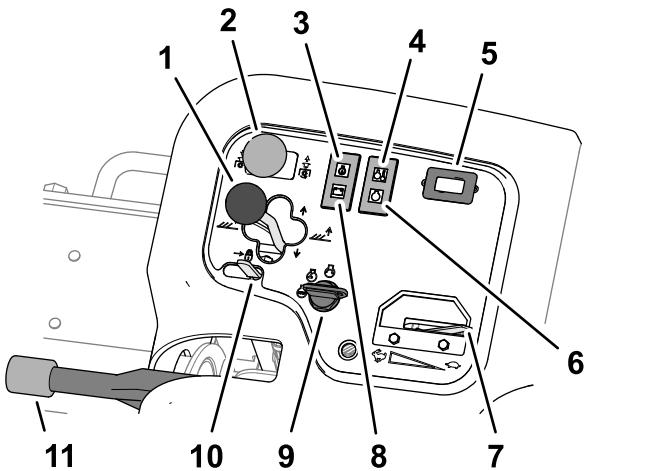

Figura 43
- Para bajar las unidades de corte al suelo, presione hacia delante la palanca de desplazamiento de la unidad de corte a la posición de BAJAR (Figura 43).
El interruptor de transmisión de las unidades de corte (Figura 43) tiene dos posiciones: ENGRANAR y DESENGRANAR. El interruptor basculante acciona una válvula de solenoide del banco de válvulas para accionar las unidades de corte.
El indicador de presión del aceite (Figura 43) se enciende si la presión de aceite del motor cae por debajo de un nivel seguro.
El indicador de advertencia de temperatura (Figura 43) se enciende si la temperatura del refrigerante del motor es alta. A esta temperatura, las unidades de corte se apagan. Si la temperatura del refrigerante aumenta otros 5,5 °C, el motor se apaga para evitar daños mayores.
El contador de horas (Figura 43) muestra el número total de horas de operación de la máquina. El contador de horas empieza a funcionar cuando el interruptor de encendido se mueve a Conectado.
El indicador de la bujía (Figura 43) se ilumina cuando las bujías están encendidas.
Mueva el acelerador (Figura 43) hacia adelante para aumentar la velocidad del motor, y hacia atrás para reducir la velocidad.
La luz del alternador (Figura 43) se apaga cuando el motor está en marcha. Si la luz del alternador se ilumina cuando el motor está en marcha, compruebe el sistema de carga y repárelo si es necesario.
Utilice el interruptor de encendido (Figura 43) para poner en marcha el motor y las luces. El interruptor de encendido tiene 3 posiciones:
Mueva el bloqueo de la palanca de elevación (Figura 43) hacia atrás para impedir que desciendan las unidades de corte.
Cada vez que se apaga el motor, ponga el freno de estacionamiento (Figura 43) para evitar que la máquina se desplace accidentalmente. Para accionar el freno de estacionamiento, tire de la palanca hacia arriba y, para quitarlo, presione la palanca hacia abajo.